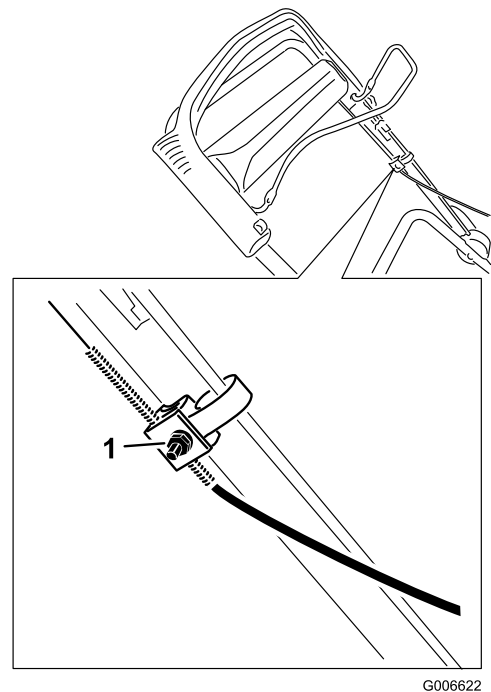

Bild 25
3. Lockern Sie die Mutter an der Kabelhalterung (Bild 25).